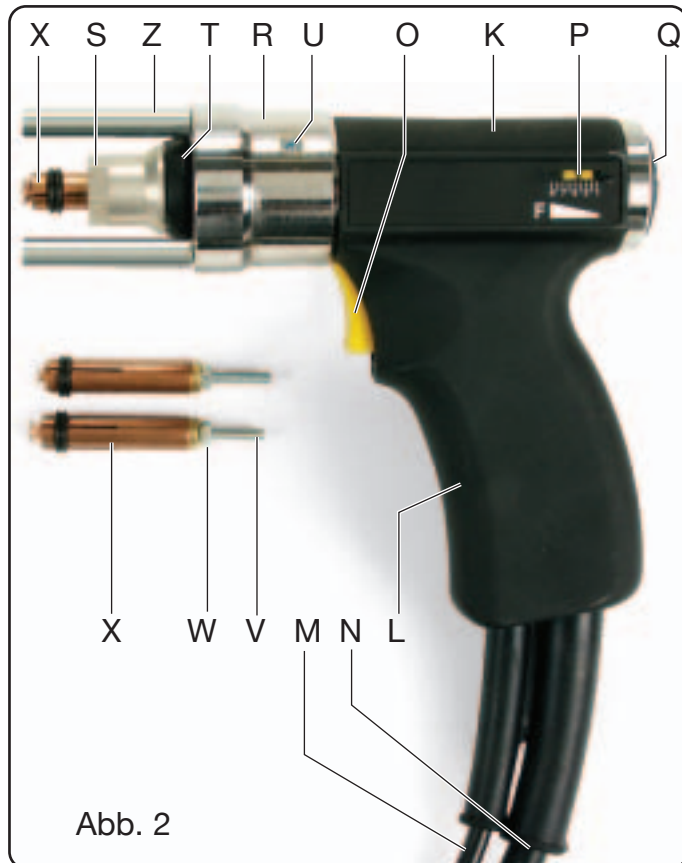

Abb. 2
Den Überstand des Bolzens bezogen auf das vordere Ende der Spannzange auf 0,8 bis 1,2 mm mit der Stellschraube V einstellen, und dann mit der Mutter W blockieren (Abb. 2).
Die Spannzange X in das Spannfutter der Schweißpistole bis zum Anschlag einführen (Abb. 2) und mit der Mutter S mit Hilfe des beiliegenden 17mm-Inbusschlüssels blockieren.
- Den gewählten Bolzen in die Spannzange X einsetzen (die zuvor wie in Abb. 2 beschrieben eingestellt werden muss).